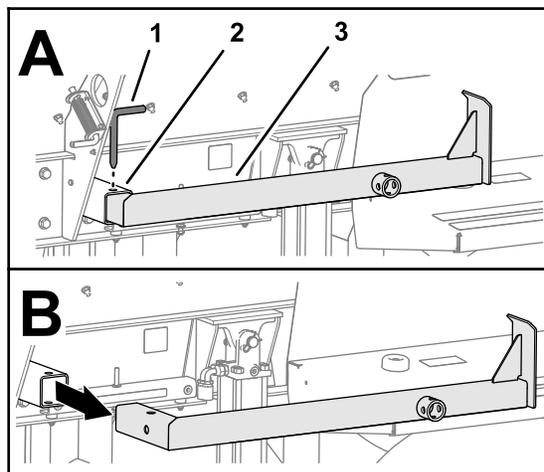

Рисунок 22
4. Извлеките палец из опорной лапы заднего домкрата и извлеките опорную лапу домкрата из трубы (**Рисунок 22**).